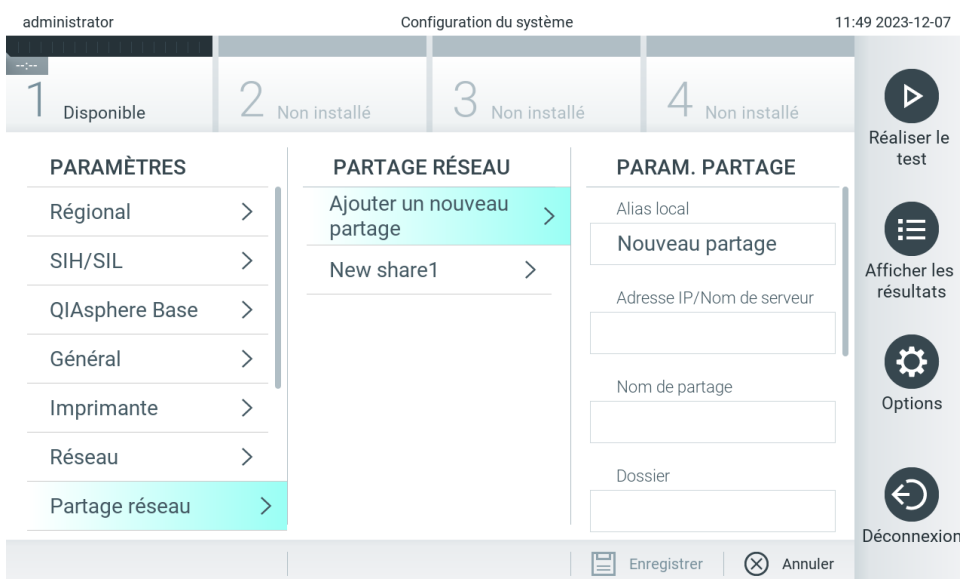

Figure 68. Ajout d'un partage réseau.
- Appuyez sur la touche Add new share (Ajouter un partage) (figure 68).